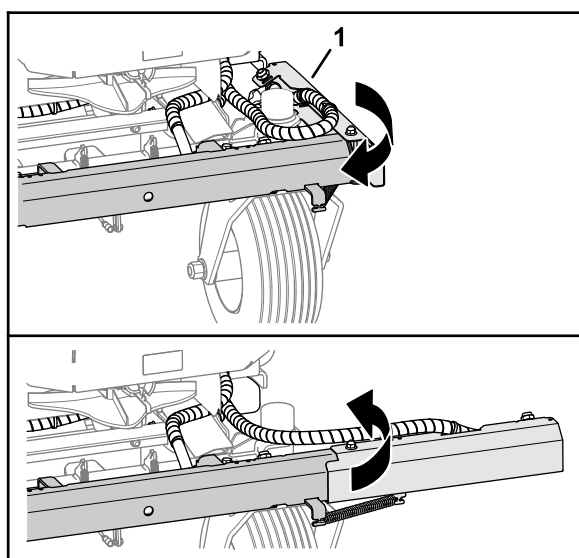

Figure 32
- Faites pivoter la rampe de pulvérisation extérieure vers l'avant pour déployer la rampe (Figure 32).
- Faites pivoter la rampe de pulvérisation extérieure vers l'arrière pour replier la rampe (Figure 32).